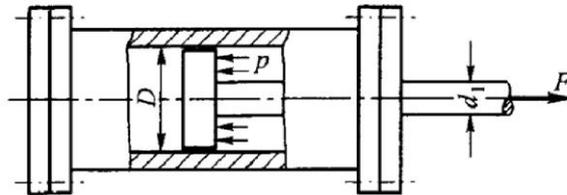

图 7
1. (15 分) 卧式拉床如图 7 所示，油缸内径 $D=186\text{mm}$ ，活塞杆直径 $d_1=65\text{mm}$ ，材料为 20Cr 并经过热处理， $[\sigma]_{\text{杆}}=130\text{MPa}$ 。缸盖由 6 个 M20 的螺栓与缸体连接，M20 螺栓的内径 $d=17.3\text{mm}$ ，材料为 35 钢，经热处理后 $[\sigma]_{\text{螺}}=115\text{MPa}$ ，试求：